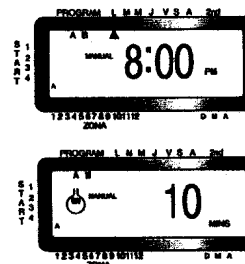

Ilustración 11: Riego semiautomático designado para los programas A y B y todas las estaciones
*Nota: Los períodos de duración de riego asignados a la estación 1 en el programa A, ocurren primero, luego pasan a la estación 1 en el programa B, antes de avanzar a la segunda estación y continuarán alternándose. Sólo las estaciones a las que se les asignaran períodos de riego, regarán cuando se usen los modos manual o semiautomático [Vea la ilustración 11].*